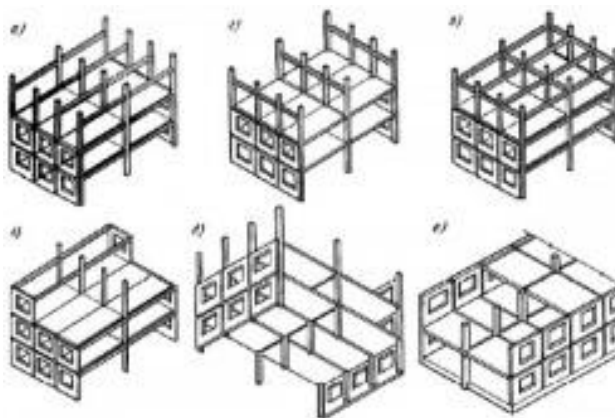

Рис. 12.2. Конструктивные схемы каркасно-панельных зданий
В каркасных панельных зданиях действующие на них нагрузки воспринимают ригели и стойки каркаса, а панели выполняют чаще всего лишь ограждающие функции (рис. 12.2). При этом различают следующие конструктивные схемы:
- с полным поперечным каркасом (рис. 12.2,а);*
- с полным продольным каркасом (рис. 12.2,б);*
- с пространственным каркасом (рис. 12.2, в);*
- с неполным поперечным каркасом и несущими наружными стенами (рис. 12.2, г);*
- с опиранием плит перекрытия по четырем углам непосредственно на колонны (безригельный вариант; рис. 12.2,д);*
- с опиранием панелей на наружные панели и на две стойки по внутреннему ряду (рис. 12.2, е)*